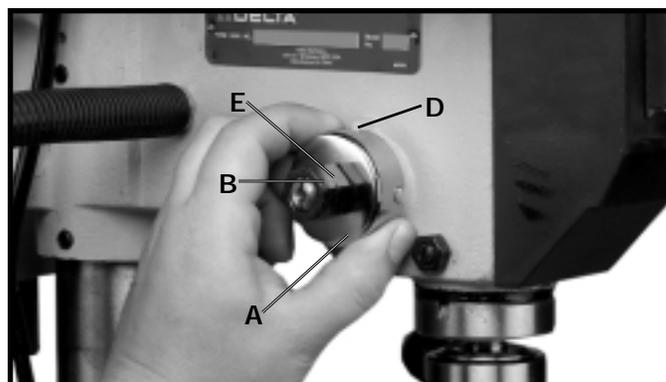

Fig. 29
**REMARQUE :** UN TABLEAU DE VITESSE (E) FIG. 29 AVEC DISPOSITIONS DE LA COURROIE EST FOURNI SOUS LE CAPOT DE LA PERCEUSE À COLONNE.
3. Tout en **TENANT FERMEMENT** le boîtier du ressort (A) fig. 29, tirez ce boîtier et tournez-le jusqu'à ce que la saillie (D) s'adapte au prochain cran du boîtier. Tournez le boîtier dans le sens antihoraire pour augmenter la tension du ressort et dans le sens horaire pour la réduire. Serrez l'écrou (E) jusqu'à ce qu'il entre en contact avec le boîtier du ressort (A) ensuite, reculez-le de 1/4 de tour. Serrez l'écrou (B) contre l'écrou (E) pour qu'ils retiennent bien le boîtier en place. **IMPORTANT :** L'écrou intérieur (E), une fois serré, ne doit pas toucher le boîtier du ressort (A).